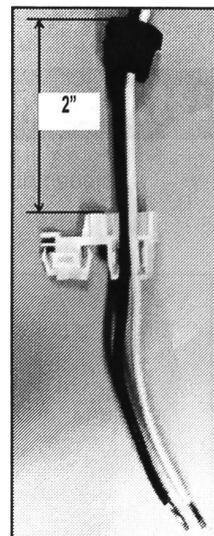

FIGURE 2
- Lors d'une intervention sur un lave-vaisselle de l'ancien style, il peut s'avérer nécessaire de faire coulisser l'œillet en plastique le long des conducteurs noirs et blancs du câblage du client (jusqu'à 2 pouces) afin que ces derniers soient suffisamment longs pour atteindre le boîtier de raccordement de la nouvelle cuve de recharge. Au lieu d'ôter l'ancien œillet pour le déplacer, il suffit de fixer l'œillet fourni avec la cuve de recharge au nouvel emplacement, tout en laissant l'autre œillet en place. Voir la Figure 2.